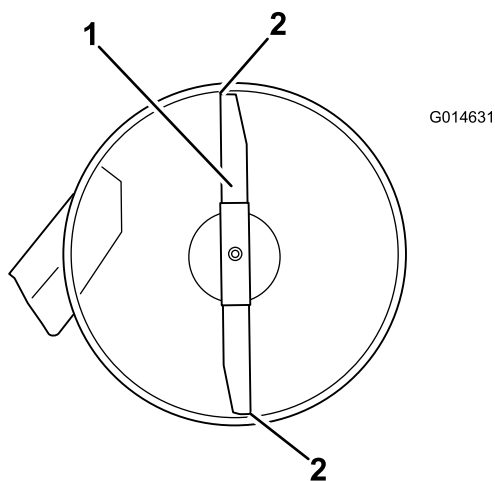

Figura 52
- Rode cuidadosamente as lâminas para que estejam da frente para trás (Figura 52).
- Meça da ponta da lâmina da frente até à superfície plana e da ponta da lâmina de trás até à superfície plana (Figura 52).
- Após o ajuste, verifique a inclinação entre a frente e a traseira, continue a ajustar a porca até que a ponta da lâmina frontal esteja 1,6 a 7,9 mm mais baixa que a ponta da lâmina traseira (Figura 52).